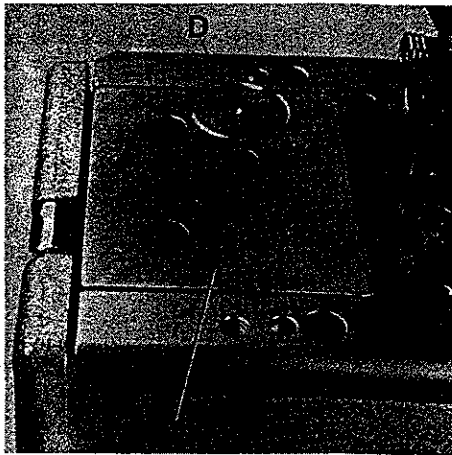
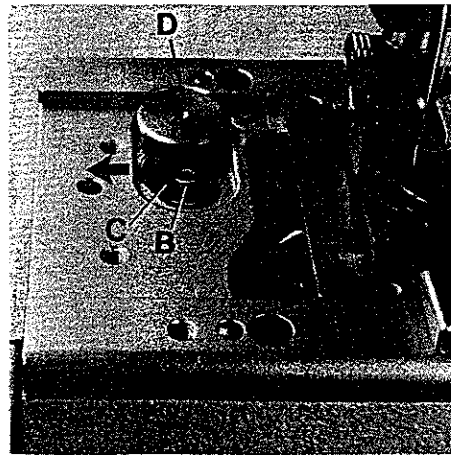
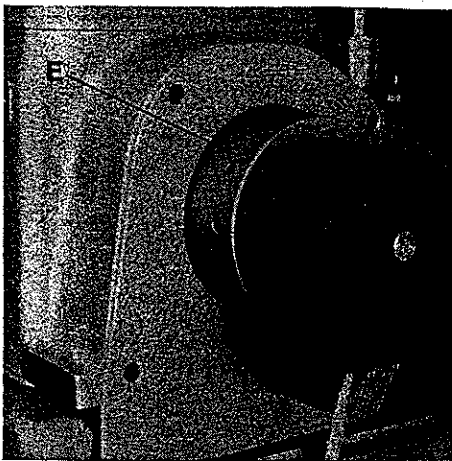

Fig.9
Fig.10
Fig.11
Before the machine leaves the factory, the stitch length change mechanism is locked. After removing cover (A, Fig. 9) and loosening screw (B, Fig. 10) lever (C) can be swung in the direction of the arrow to the left to unlock the stitch length change mechanism. The required hexagon socket wrench is a component of the machine accessories.
Vor dem Versand der Maschine wird die Stichlängenverstellung blockiert. Entfernt man den Deckel (A, Fig. 9) und löst die Schraube (B, Fig. 10), kann der Hebel (C) in Pfeilrichtung nach links geschwenkt werden und die Arretierung der Stichlängenverstellung ist aufgehoben. Der benötigte Sechskantschraubendreher ist im Zubehör der Maschine enthalten.
The stitch length is changed by slightly pressing stop bolt (D, Figs. 9 and 10) and simultaneously rotating pulley (E, Fig. 11). Within one revolution of the pulley stop bolt (D, Fig. 9) engages and the stitch length change starts. Rotating pulley clockwise shortens the stitch, rotating it counterclockwise increases the stitch.
Die Stichlänge wird durch leichtes Drücken auf den Rastbolzen (D, Fig. 9 und 10) und gleichzeitiges Drehen der Handrad-Riemenscheibe (E, Fig. 11) eingestellt. Nach spätestens einer Umdrehung der Handrad-Riemenscheibe rastet der Rastbolzen (D, Fig. 9) ein und die Stichverstellung beginnt. Drehen der Handrad-Riemenscheibe im Uhrzeigersinn verkleinert den Stich, drehen im Gegenuhrzeigersinn vergrößert ihn. Nach dem Einstellen der gewünschten Stichlänge kann, wenn notwendig, die Stichtlängenverstellung wieder blockiert werden. Montieren Sie den Deckel wieder.